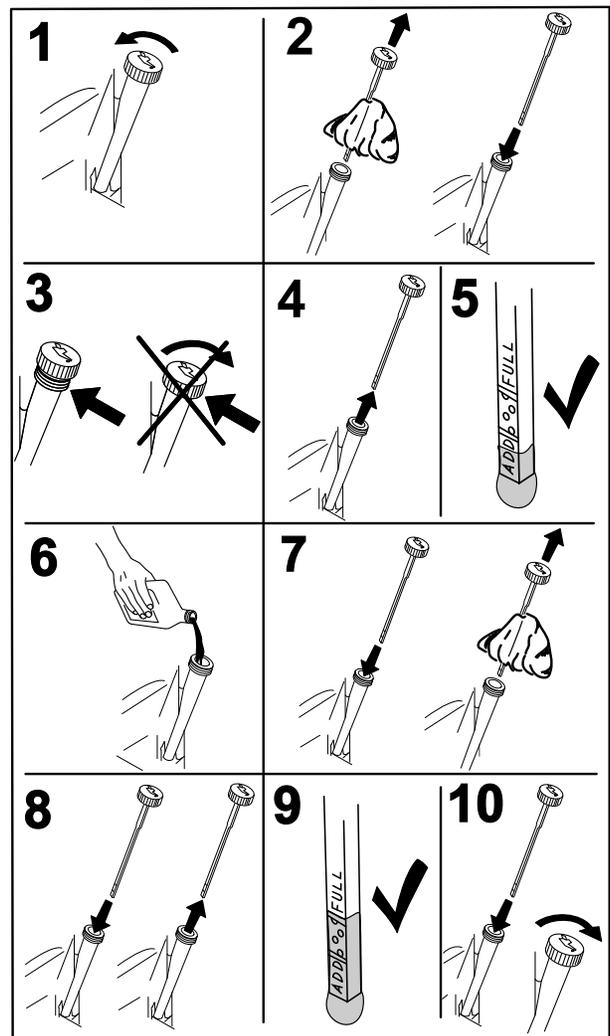

Figura 40
2. Pare el motor, retire la llave y espere a que se detengan todas las piezas en movimiento antes de abandonar el puesto del operador (Figura 40).